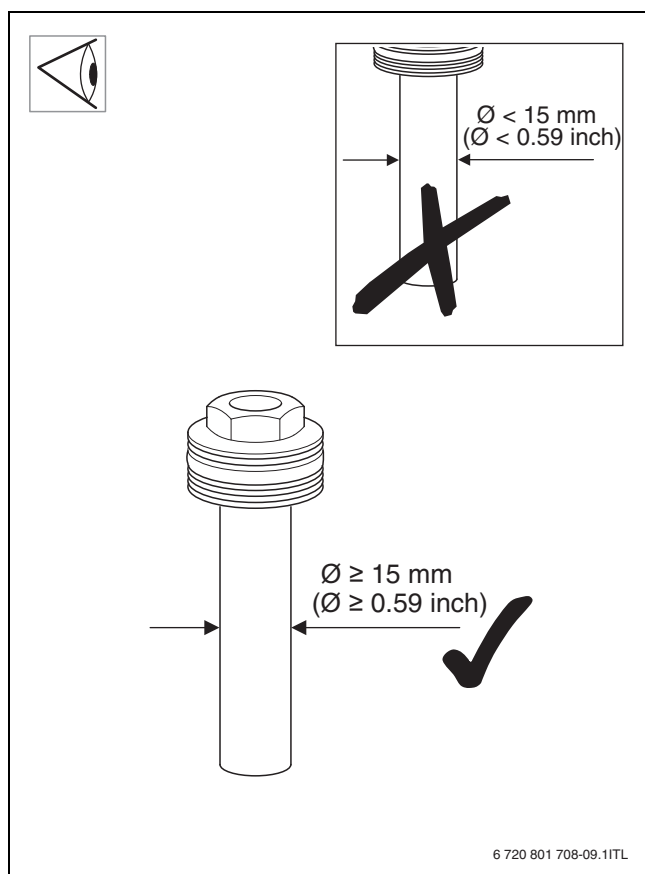

Fig. 28
- ▶ Демонтируйте и проверьте магниевый анод (→ рис. 27, стр. 80 и рис. 28, стр. 81).